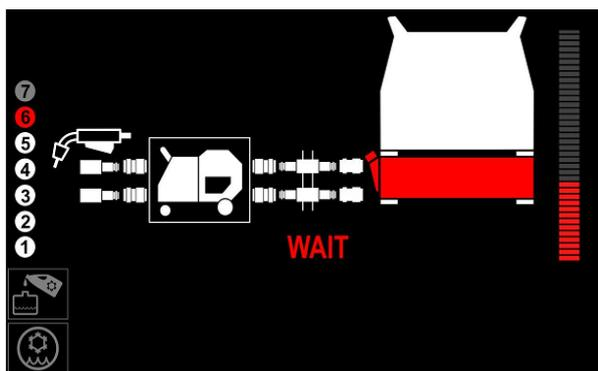

Figure 19
- Patienter jusqu'à ce que le liquide de refroidissement circule entièrement via le circuit de refroidissement - (Figure 19 ou 27).